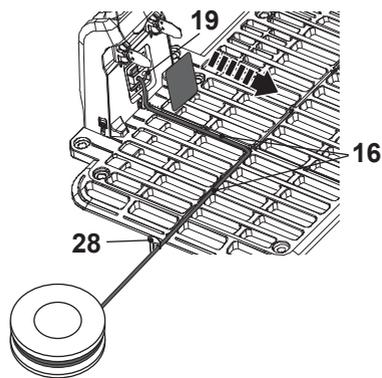

Fig. 5
> Retirez le couvercle du boîtier de raccordement (19), insérez l'extrémité du câble dans le connecteur gauche (rouge) et guidez le câble vers le côté externe de la station de charge le long de la fente de guidage (16) (Fig. 5).